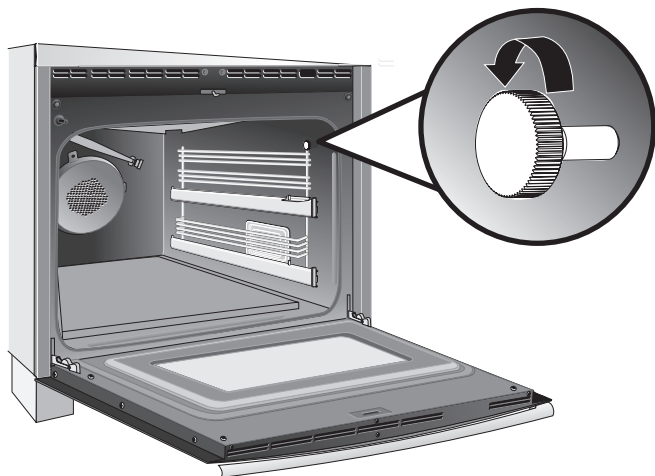

Figura 16: Tornillo de pulgar de rejilla de escalera
1. Saque los tornillos de pulgar situados a cada lado de la cavidad del horno (ver Figura 16).